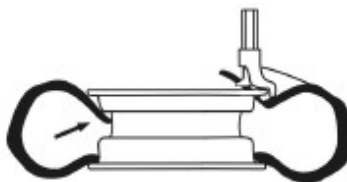

Рис. 24
- Для установки верхнего борта шины аккуратно расположите шину и подрегулируйте положение борта (так же, как при монтаже нижнего борта шины на рис 23-B). Нажмите на шину с противоположной от монтажной головки стороны, в сторону ручья обода (как Рис.24).